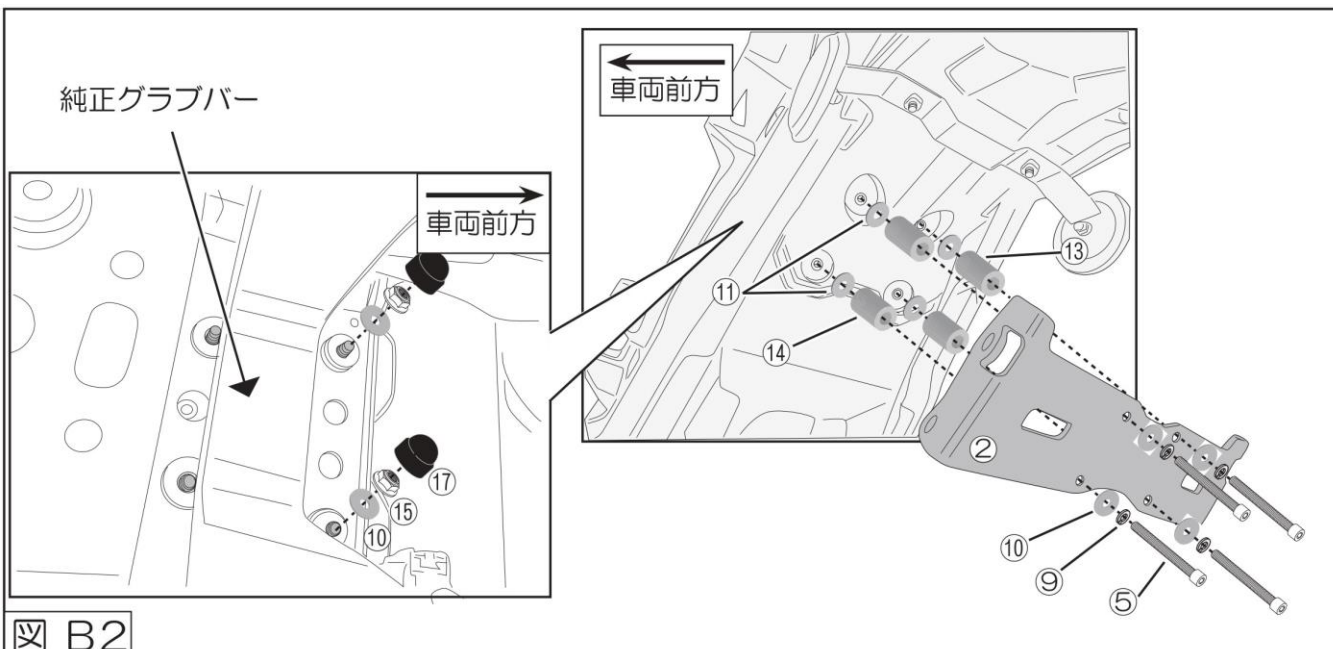

図 B2
02. ②フェンダーブラケットの取付
・図 B2 を参照し、②フェンダーブラケットを図 B1 にて純正ボルトを外した箇所に仮付けします。
1. 車両前方側に⑤六角穴付きキャップボルト、⑨スプリングワッシャ、⑩ワッシャ、②フェンダーブラケット、⑭カラー、⑪ワッシャをリアフェンダー裏側へ、シート下へ⑩ワッシャ⑮ゆるみ止めナットを使用し仮組します。
2. 車両後方側に⑤六角穴付きキャップボルト、⑨スプリングワッシャ、⑩ワッシャ、②フェンダーブラケット、⑬カラー、⑪ワッシャをリアフェンダー裏側へ、シート下へ⑩ワッシャ⑮ゆるみ止めナットを使用し仮組します。